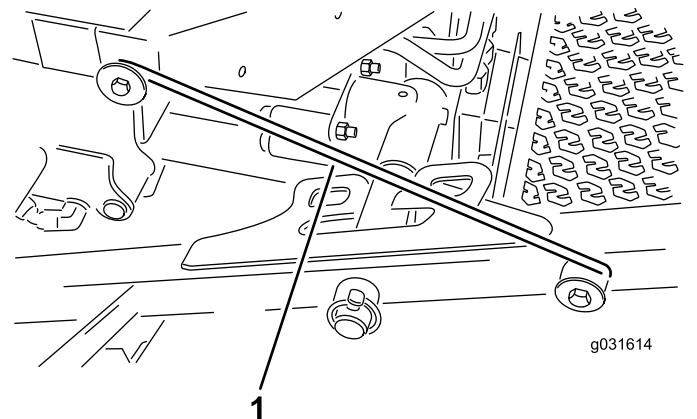

Figura 26
4. Suelte la varilla de bloqueo del retén del bastidor de tiro delantero (Figura 26).
5. Eleve la parte exterior de las unidades de corte delanteras y coloque el enganche sobre el pasador del bastidor montado en la parte frontal de la plataforma del operador (Figura 26).